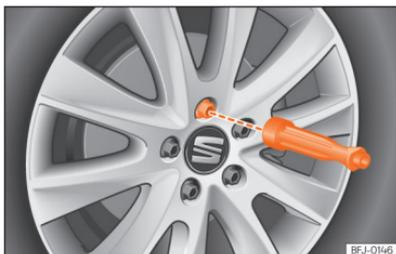

Abb. 257 Radwechsel: Radschrauben mit dem Schraubendrehergriff herausdrehen.
- »» **[Abb. 257]** vollständig herausdrehen und auf einer sauberen Unterlage ablegen.